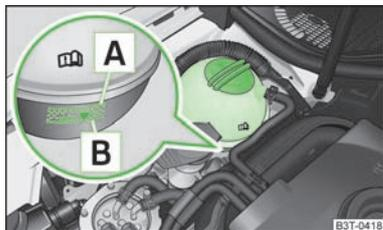

Fig. 162
- > Verifique o nível do líquido de refrigeração no respectivo vaso de expansão. » Fig. 162. Com o motor frio, o nível do líquido de refrigeração deve situar-se entre as marcas b (MIN) e a (MAX). Com o motor quente, o nível pode estar um pouco acima da marca a (MAX).
- > Coloque um pano sobre a tampa do vaso de expansão do líquido de refrigeração » Fig. 162 e desenrosque **cuidadosamente** a tampa.
Abasteça o líquido de refrigeração apenas até à marca a (max.) » Fig. 162! O líquido de refrigeração em excesso é expelido pelo sistema de refrigeração com o aquecimento através da válvula de sobrepressão na tampa do vaso de expansão do líquido de refrigeração.